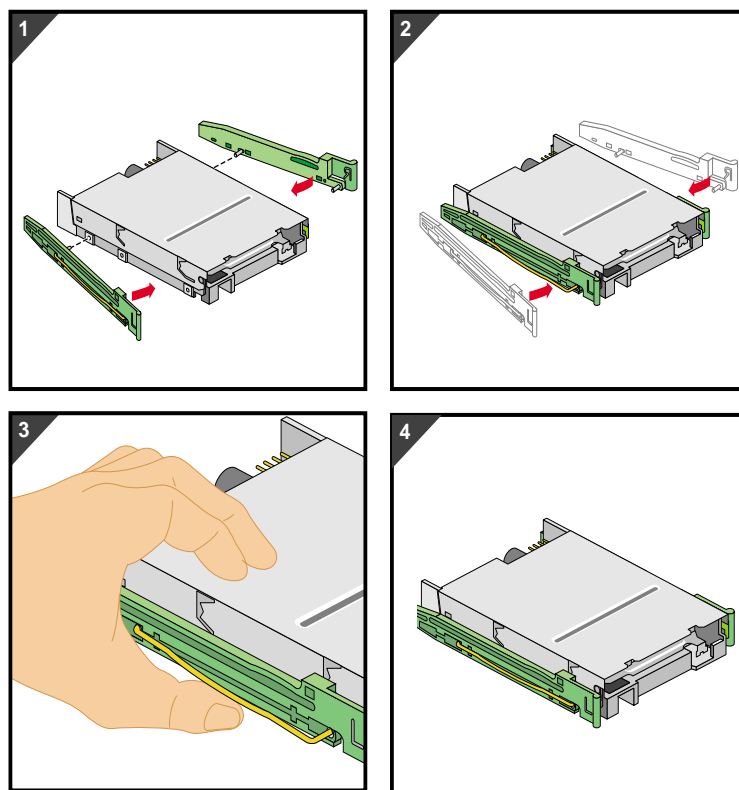

図 2-8 ドライブレールの3.5インチドライブへの装着
3. 3.5インチドライブ用のドライブレールには、左右の区別があります。各ドライブレールには、ドライブのどちら側に装着するかを示す「R」または「L」マークがついています。図2-8に示すように、「L」とマークされたレールがドライブの左側、「R」とマークされたレールがドライブの右側になっていることを確認してから、ドライブにレールを装着します。
4. ドライブレールをドライブに装着するには、ドライブレールのワイヤークリップの一方の端を、ドライブのネジ穴にはめ込みます。ドライブレールの真ん中をそっと押して、ワイヤークリップのもう一方の端をネジ穴にきちんとはめ込みます。図2-8にその手順を図示します。
4. ドライブレールをドライブに装着するには、ドライブレールのワイヤークリップの一方の端を、ドライブのネジ穴にはめ込みます。ドライブレールの真ん中をそっと押して、ワイヤークリップのもう一方の端をネジ穴にきちんとはめ込みます。コネクタが外側に面していることを確認してください。図2-8にその手順を図示します。